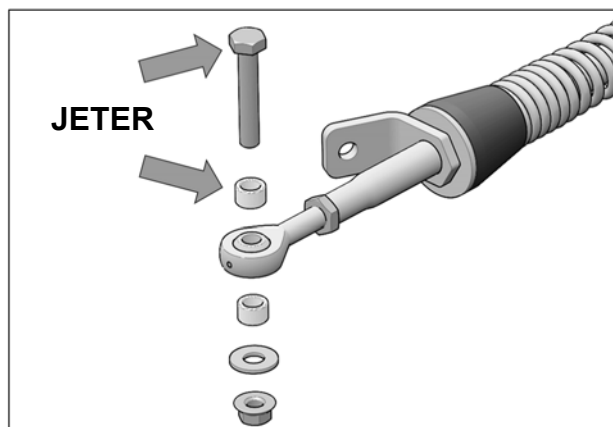

Fig. 3
- Retirer le boulon, la rondelle et les espaceurs installés à la rotule du bras stabilisateur; jeter un des espaceurs 3/8" (10 mm) de longueur et le boulon de 60mm de longueur. Voir la Fig. 3